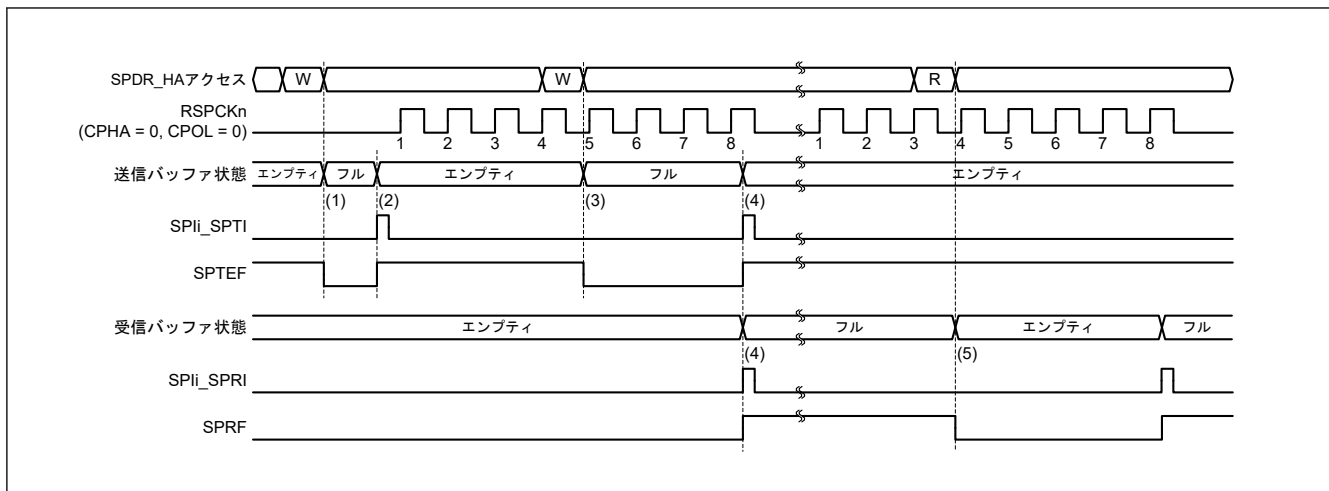
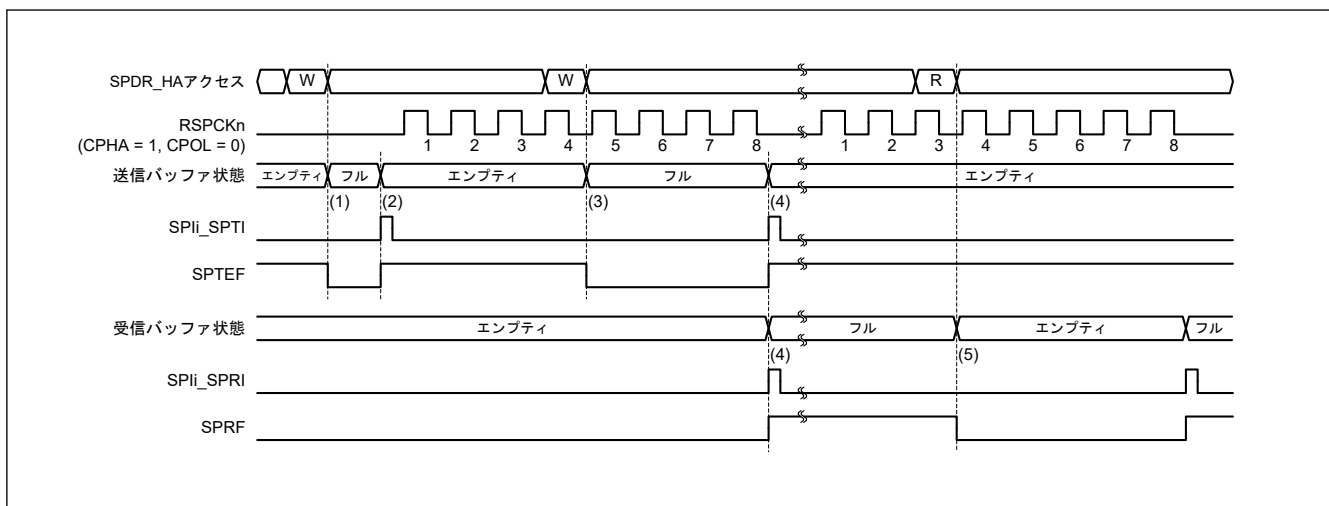

図 28.26 SPIi_SPTI、SPIi_SPRI 割り込みの動作例 (CPHA = 0、CPOL = 0)
図 28.27 SPIi_SPTI、SPIi_SPRI 割り込みの動作例 (CPHA = 1、CPOL = 0)
図 28.26 および 図 28.27 に、送信バッファエンプティ割り込み (SPi_i SPTI) と受信バッファフル割り込み (SPi_i SPRI) の動作例を示します。図 28.26 および 図 28.27 に記載した SPDR レジスタアクセスは、SPDR_HA レジスタへのアクセス状況を示しています。W は書き込みサイクル、R は読み出しサイクルを示しています。図 28.26 では、SPCR.TXMD ビットが 0、SPCMD0.CPHA ビットが 0、SPCMD0.CPOL ビットが 0 の設定で、SPI が 8 ビットのシリアル転送を実行しています。図 28.27 では、SPCR.TXMD ビットが 0、SPCMD0.CPHA ビットが 1、SPCMD0.CPOL ビットが 0 の設定で、SPI が 8 ビットのシリアル転送を実行しています。RSPCKn 波形の下に記載した数字は、RSPCK サイクル数 (= 転送ビット数) を示しています。
以下に、図 28.26 および図 28.27 の (1)~(5) での SPI の動作内容を説明します。